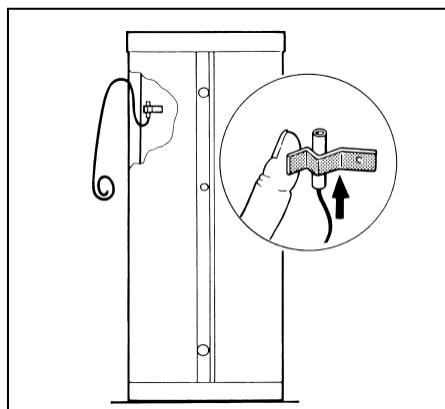

Рис. 9 Монтаж температурного датчика
- Температурный датчик вставьте в пружинный фиксатор так, чтобы полностью вся поверхность датчика прилегала к наружной поверхности стенки бойлера (Рис. 9).